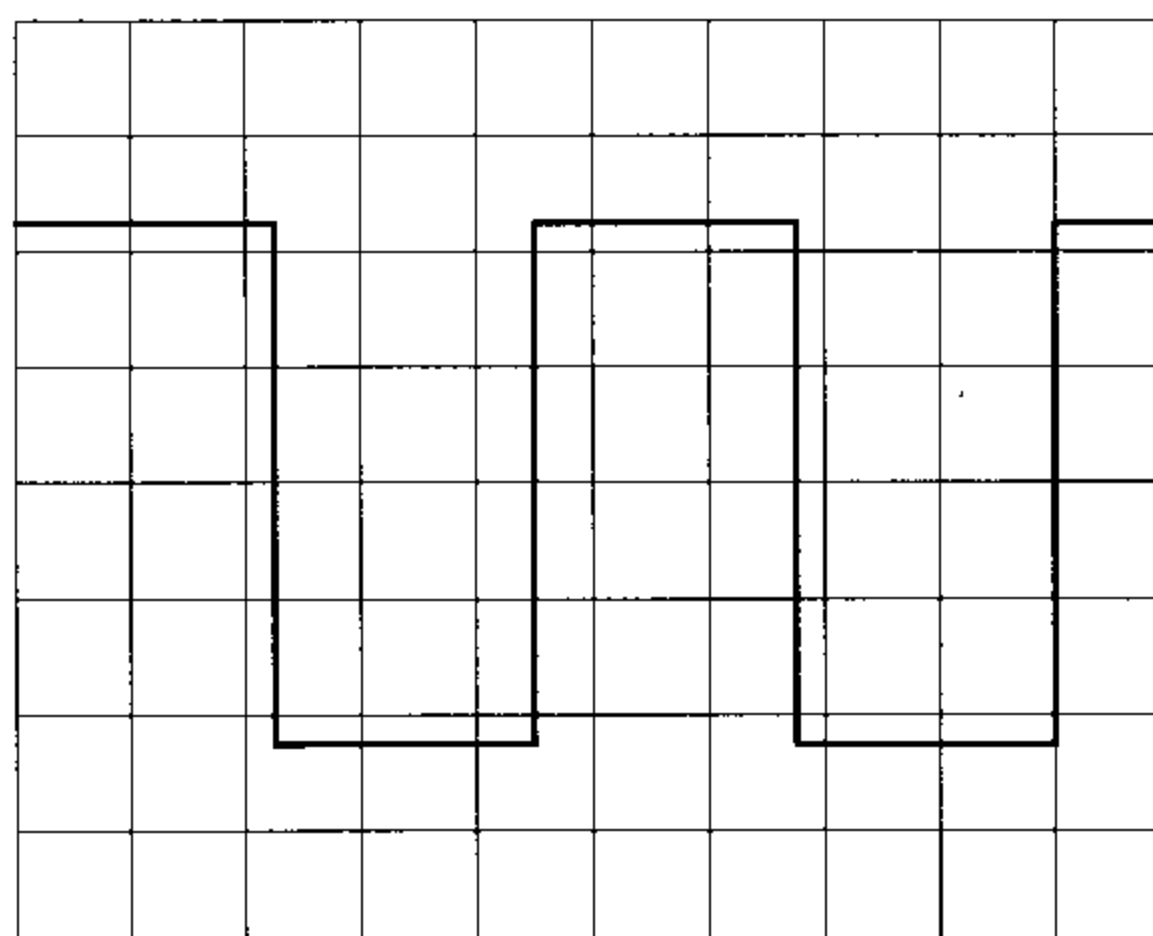

図5-1 適正
3. (4) INTEN ツマミと(3) FOCUS ツマミを使い、表示されている輝線の明るさと焦点を調整します。
4. (8) CH1 POSITION ツマミと(2) TRACE ROTATION ツマミを使い、表示されている輝線を画面中央に移動し、水平軸に平行になるように調整します。
6. プロブのコネクタを(36) CH1入力端子に、プロブの先端を(5) CAL端子に接続します。
7. (15) CH1 AC-DC-GND スイッチを「AC」に切り換えます。
8. 表示された波形を右の波形と比較します。補正が必要な場合は、マイナスイボで図5-1 適正になるようにプロブのコネクタ部の調整ボリュームを回します。
9. CH2 にプロブを接続する場合も、(11) VERTICAL MODE スイッチをCH2に切り換え、同様の手順でプロブ補正を行ってください。